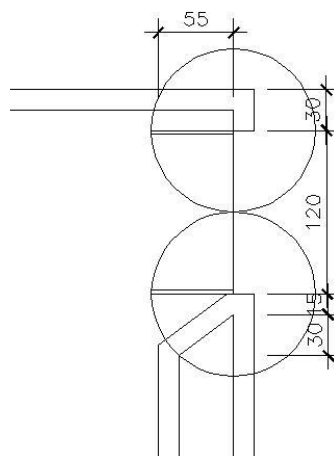

Figura 23 - Construção do Laboratório
15. Utilize o comando Trim e corte as linhas desnecessárias até obter a figura 23